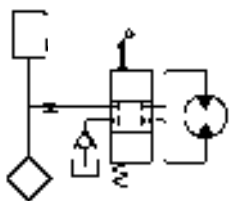
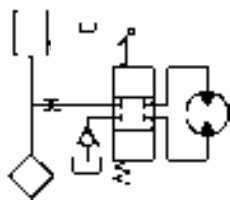
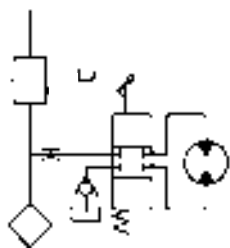

图 17.8.38 绘制直线 (九)
图 17.8.39 绘制直线 (十)
图 17.8.40 绘制直线 (十一)
(2) 绘制图 17.8.38 所示的直线。
- ① 切换图层。在“图层”工具栏中，选择“虚线层”图层。
- ② 选择下拉菜单 **绘图(D)** → **直线(L)** 命令，结合对象捕捉，以矩形左边线的中点为起点，向左移动光标，在命令行中输入数值 9，再向下移动光标；在命令行中输入数值 23，向右移动光标并捕捉矩形左边线使之正交并单击，再选取矩形下边中点为直线的端点，按 **Enter** 键结束操作。
③ 按 **Enter** 键以重复“直线”命令，选择矩形右上角点为起点绘制长度值为 24 的水平直线与长度值为 11 的垂直直线。
(3) 绘制图 17.8.39 所示的直线。
- ① 切换图层。在“图层”工具栏中，选择“轮廓线层”图层。
- ② 用 **绘图(D)** → **直线(L)** 命令，绘制长度值为 9 的水平直线，再捕捉其端点绘制两条长度值为 6 的垂直直线。
(4) 按 **Enter** 键以重复“直线”命令，绘制图 17.8.40 所示的垂直直线与水平直线，长度值分别为 29 和 149。